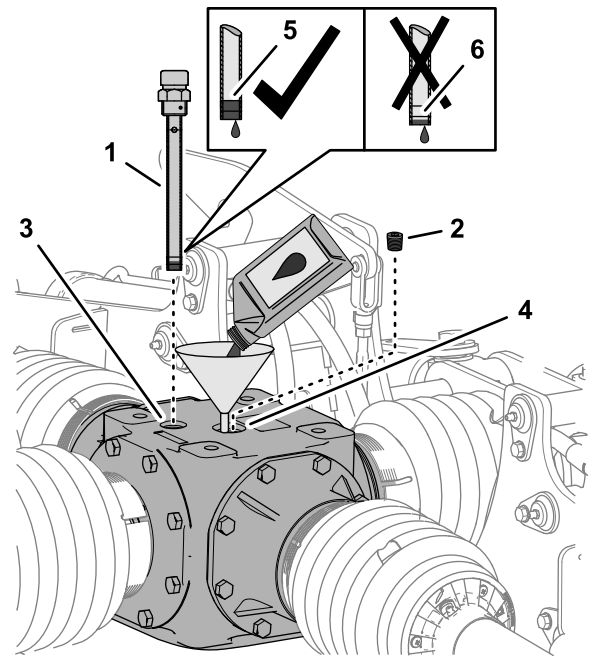

Figura 55
1. Retire la varilla del orificio en la parte superior de la caja de engranajes central y limpie la varilla (Figura 55).
2. Retire el tapón de llenado del orificio en la parte superior de la caja de engranajes (Figura 55).
3. Añada 1774 ml del lubricante de engranajes especificado en la caja de engranajes a través del orificio de llenado (Figura 55).
4. Enrosque la varilla en el orificio, retire la varilla y compruebe el nivel de lubricante (Figura 55).
6. Enrosque la varilla en el orificio de llenado y apriete la varilla (Figura 55).
7. Coloque el tapón de llenado en el orificio de llenado y apriete el tapón (Figura 55).